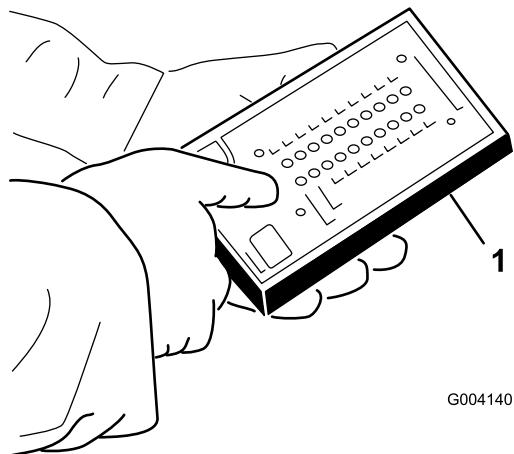

Figura 19
4. Ligue o conector do visor ACE de diagnóstico ao conector de diagnóstico (Figura 19).